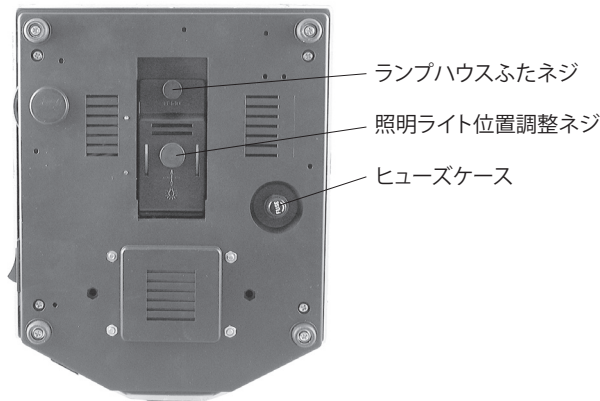

図9
17. 照明用の電球を交換するときは、顕微鏡底面にあるランプハウスふたネジを回してランプハウスふたを開けて行います(図9、ハロゲン照明モデルのみ)。
18. ヒューズの交換は、顕微鏡底面にあるヒューズケースを回して開けて行います(図9)。